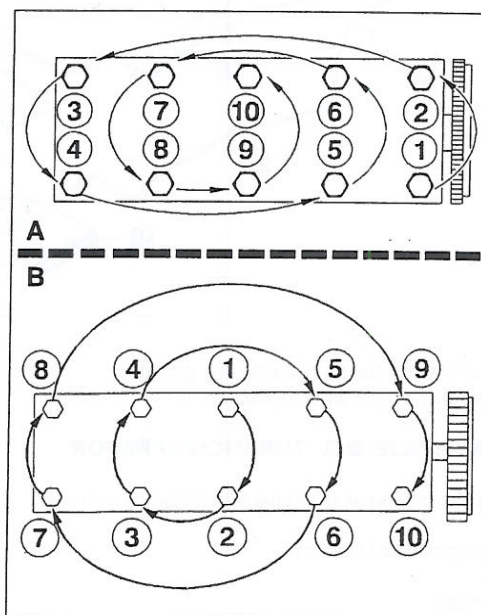

FIGURA 1-25
- Aflojar progresivamente y en el orden correspondiente los 10 tornillos de culata (**figura 1-25**).